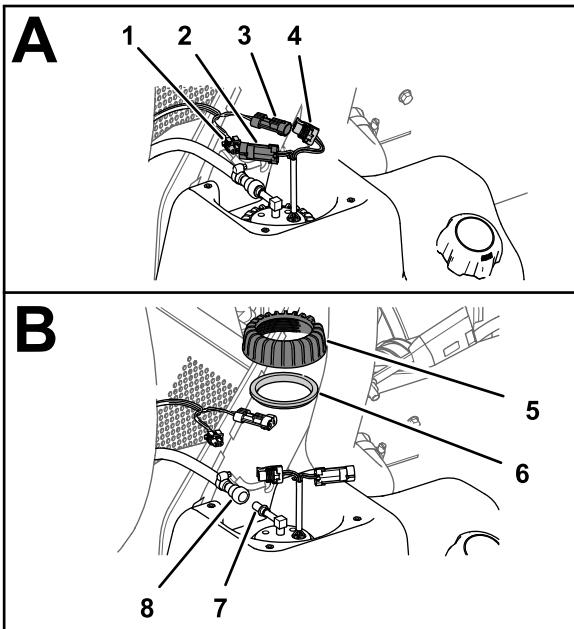

Figura 83
- Desconecte el conector hembra de 2 vías del arnés de cables de la máquina del conector de 2 pinos de la bomba de combustible/sensor; desconecte el conector de 2 pinos del arnés de cables de la máquina del conector hembra de 2 vías de la bomba de combustible/sensor (Figura 83).
- Aleje el anillo de bloqueo del acoplamiento de la manguera de combustible del conector de la bomba de combustible/sensor y retire el acoplamiento y la manguera del conector (Figura 83).
- Gire la tuerca de la bomba de combustible/sensor en sentido antihorario y retire la contratuerca y la junta (Figura 83).